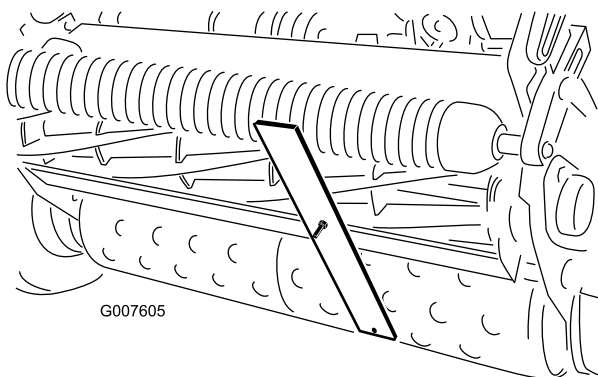

Figure 53
4. Accrochez la tête de la vis sur le bord tranchant de la contre-lame et appuyez l'arrière du gabarit contre le rouleau arrière (Figure 53).